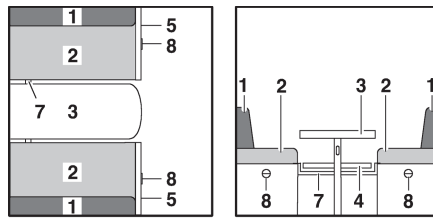

Fig. 119 Avant la transformation
- Agrandir la table (Fig. 119,3) et la transformer en sommier de lit (voir paragraphe 7.8).
- Insérer la barrette (Fig. 119,7) ou tirer vers l'intérieur. La barrette est positionnée correctement si elle maintient le plateau de table environ 15 - 20 cm derrière le pied de table.
- Tirer sur la poignée (Fig. 119,8) et ouvrir le portillon (Fig. 119,5).